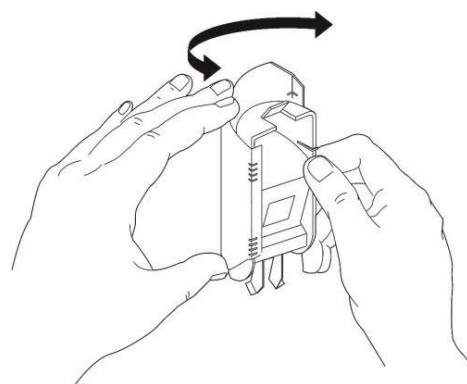

FIGURA 7
2. Rimuovere la lente sganciadola dai supporti laterali (Figura 7) che la fissano alla sua custodia plastica.